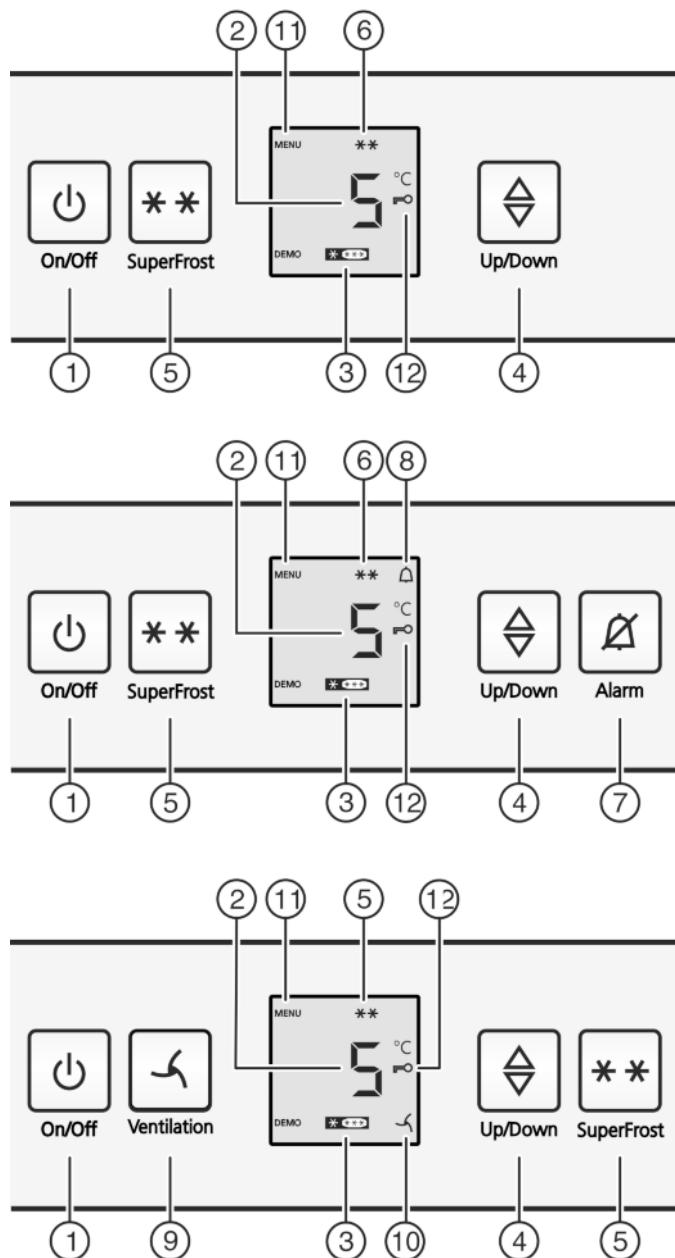

Fig. 2
- Нажать кнопку On/Off Fig. 2 (1).
- Активация режима настройки: Нажмите кнопку SuperFrost Fig. 2 (5) и удерживайте ее прим. 5 секунд.
- ▷ На индикаторе будет отображаться символ «Меню» Fig. 2 (11).
- Для подтверждения нажать и отпустить кнопку «SuperFrost» Fig. 2 (5).
- ▷ На индикаторе горит символ «Защита от детей» Fig. 2 (12).
- нажмите и отпустите кнопку "On/Off" Fig. 2 (1).
- ▷ Символ «Защита от детей» Fig. 2 (12) гаснет.
- Нажмите кнопку Alarm Fig. 2 (7).
Одновременно мигает индикация температуры и символ тревоги Fig. 2 (8).
Звуковой сигнал выключается автоматически, символ аварийного сигнала Fig. 2 (8) выключается и индикатор температуры перестает мигать, если температура снова становится достаточно низкой.
- Активация модуля регулировки температуры: нажмите кнопку настройки Fig. 2 (4).